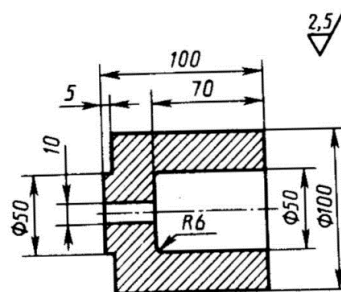

Рис. 29
2. Разработайте процесс изготовления поковки детали (рис. 29) методом горячей объемной штамповки на кривошипном горячештамповочном прессе. При выполнении работы: описать сущность процесса горячей объемной штамповки и указать области ее применения; привести схему пресса и описать его работу; установить температурный интервал штамповки и способ нагрева заготовки; составить чертеж поковки и определить ее массу; с учетом технологических отходов определить объем, массу и длину исходной заготовки; выбрать переходы штамповки и привести эскиз инструмента; перечислить все операции технологического процесса изготовления поковки, выполняемые в кузнечном цехе; описать механизацию технологического процесса штамповки. Материал детали – сталь 40Х.